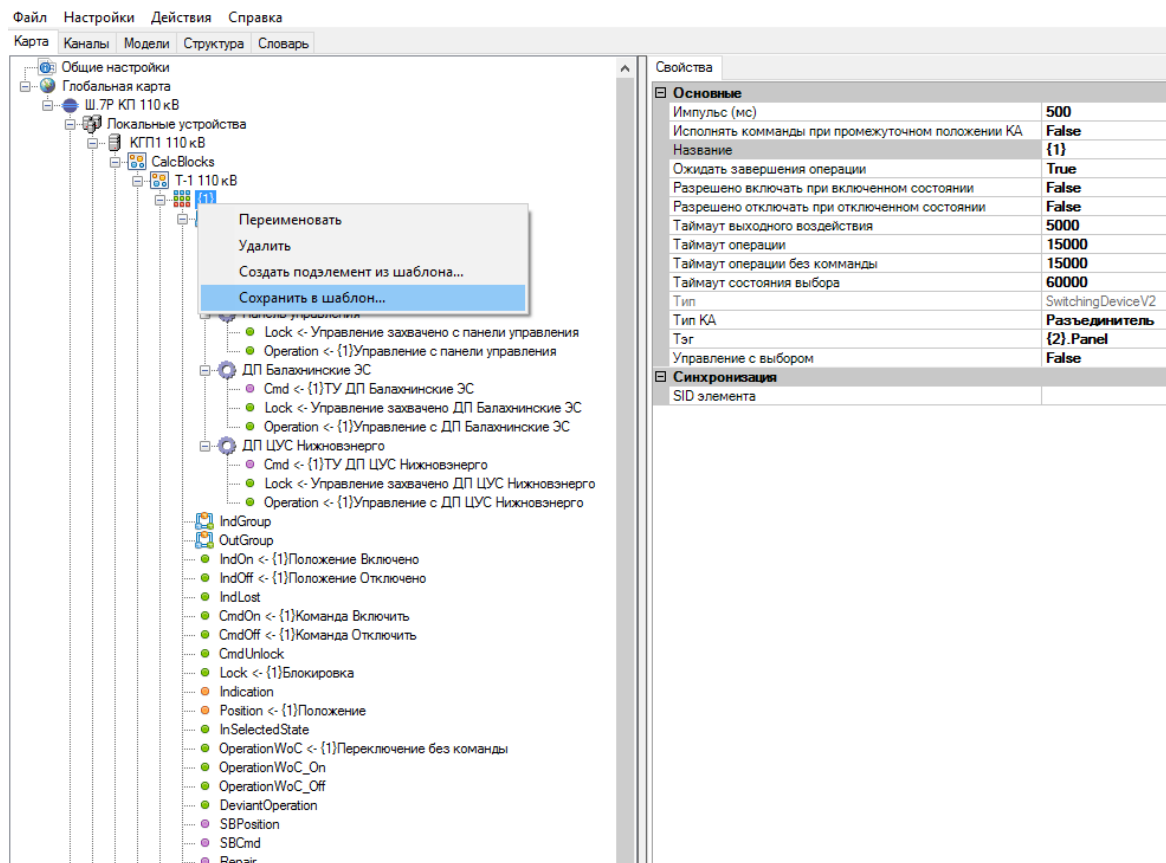

Рисунок 454. Сохранение шаблона КА
- сохранить созданный КА в шаблон. Для этого нажимаем правой кнопкой мыши на КА и выбираем «Сохранить в шаблон» (см. Рисунок 454). Сохраняем шаблон на диске в виде xml-файла.